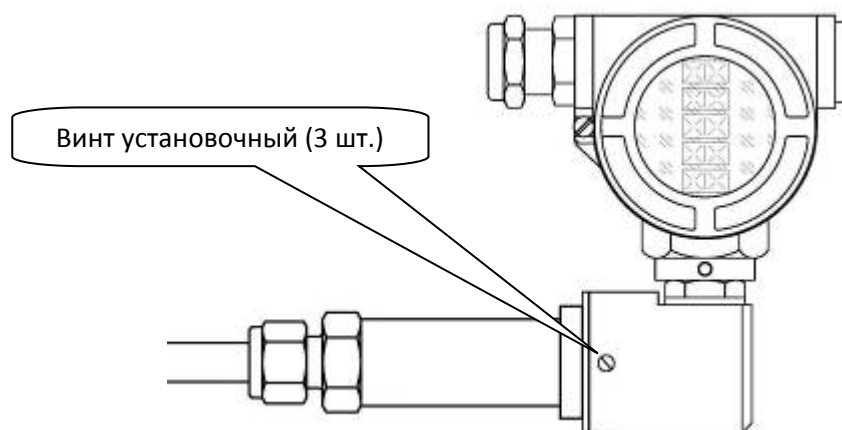

Рисунок 25 - Расположение винта установочного на крышке преобразователя
7.2.1 Ослабьте три винта установочных, расположенных на крышке, присоединяющей преобразователь к измерительному элементу (рис. 25).